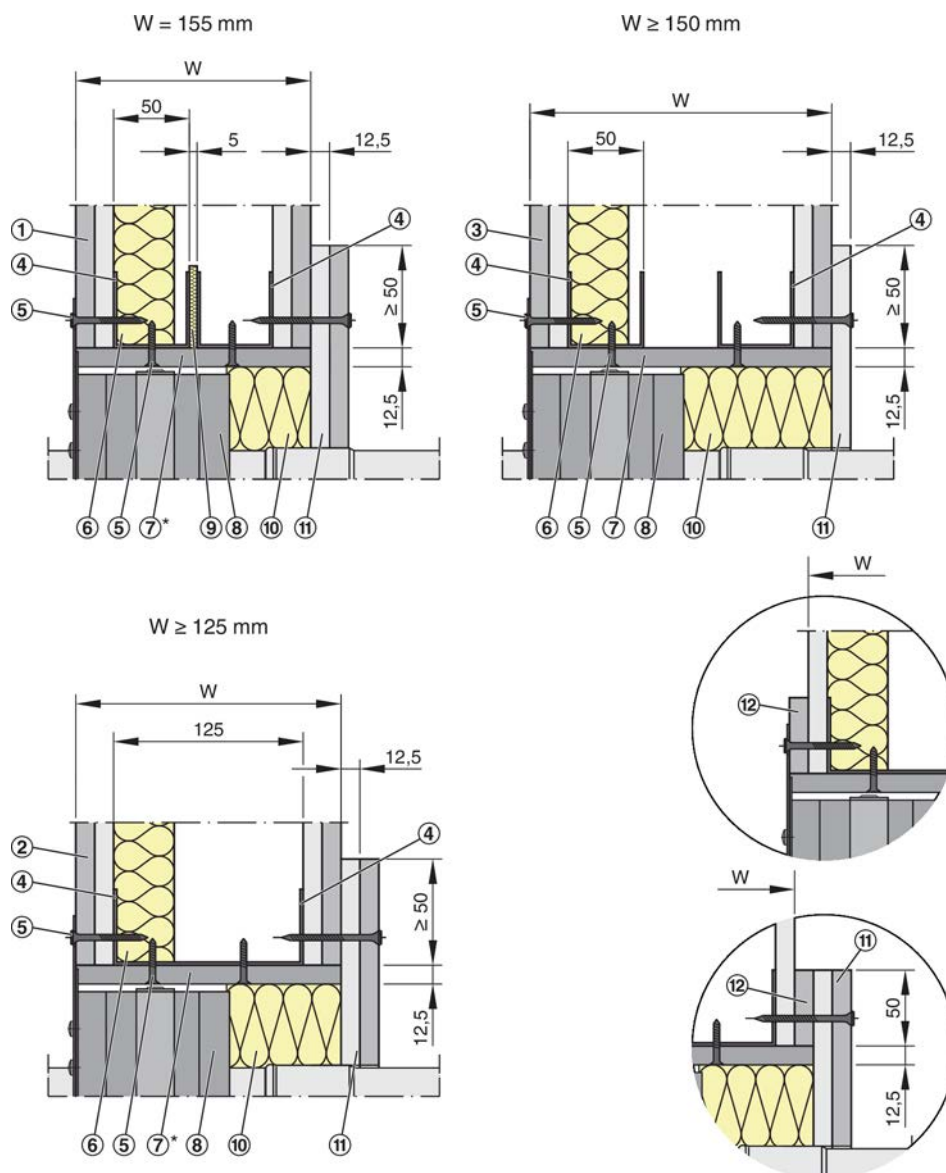

Abb. 31: Trockeneinbau in Leichtbauwände mit  $W \geq 125$  mm
Weitere Details zum Einbau in Wände mit verschiedenen Wandstärken, siehe Abb. 31
4. ▶ Bei Wanddicke  $\geq 125$  mm den rückseitigen Spalt mit Mineralwolle oder Gipsmörtel verfüllen und mit Aufdoppelungen aus Wandbaustoffen verschließen Abb. 31